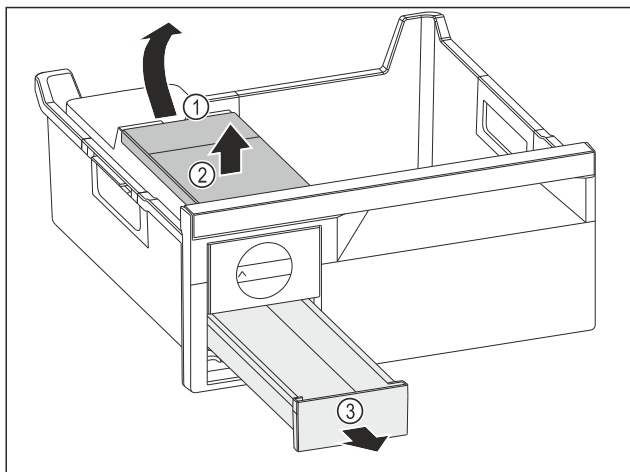

Fig. 170
- Вийняти бак для води: підняти бак для води за заглиблення Fig. 170 (1).
- Вийняти бак для води Fig. 170 (2) рухом вгору.
- Вийняти висувний ящик для кубиків льоду Fig. 170 (3) рухом вперед.